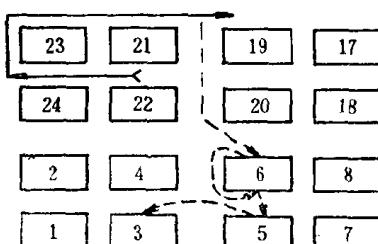

图 6
**说明** 如图 6 所示，按箭头方向巡回时，发现 6 号车停台，先在车后处理，然后到车前开车。处理中发现 5 号车停台，也可以根据巡回时间而确定是否处理。在回来时，又发现 3 号车停台时，为了均匀地掌握巡回时间，应放到第二个